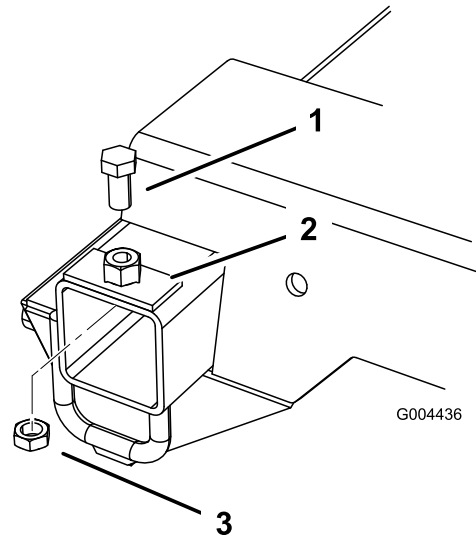

Bild 4
3. Setzen Sie die Platte auf das in den Rahmen gebohrte Loch und befestigen Sie sie mit der Schraube (13 mm x 25 mm)(1/2" x 1") und Klemmmutter (13 mm)(1/2"), siehe Bild 4.